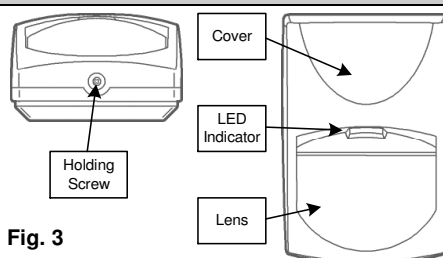

Fig. 3
1. Per rimuovere il coperchio frontale, svitare la vite e delicatamente sollevare il coperchio. (fig. 3)